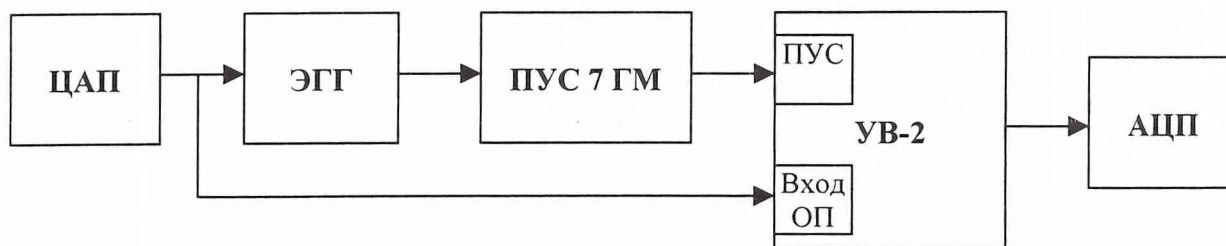

Рис. 4
- 1) Собрать схему в соответствии с рис. 4, используя ЭГГ емкостью 360 пФ.